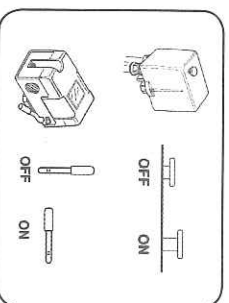

FIGURA 8.3
- A. Verifique el funcionamiento del presostato (Figura 8.3);